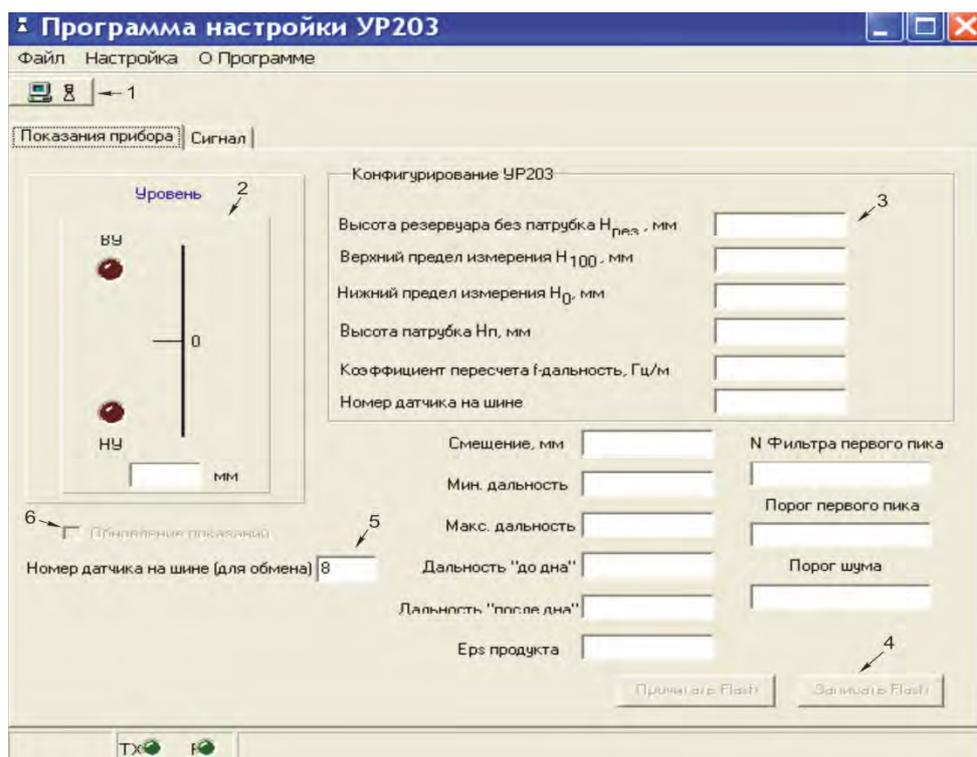

Рисунок 3 – Окно программы УР203 после загрузки
6) запустите файл УР203.exe. На экране компьютера должно появиться окно «Программа настройки УР203»- смотри рисунок 3. Если окно имеет другой вид, нажмите кнопку *Показание прибора*.
3) запустите файл УР203.exe. На экране компьютера должно появиться окно «Программа настройки УР203» (смотри рисунок 3.) Если окно имеет другой вид, нажмите кнопку *Показание прибора*.